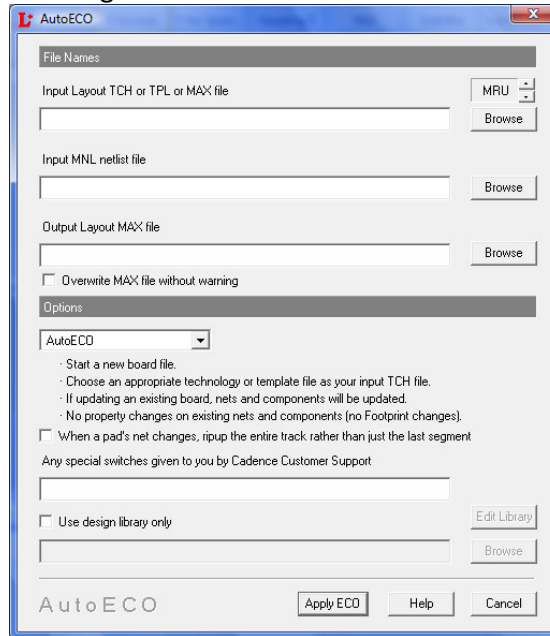

Fig. 20.
- Se deschide fereastra din fig. 20: